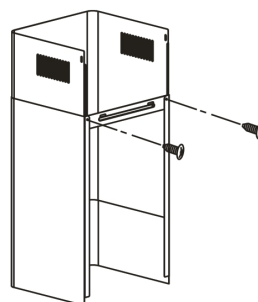

fig. 8
- Avvitare la forcina piatta alla parte posteriore della parte inferiore della canna fumaria. (fig. 8).